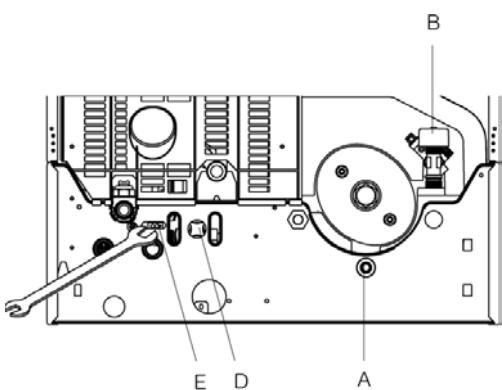

Рис. 3.14
- ослабьте клапан (**E**) через отверстие, расположенное в дне котла (рис. 3.14)